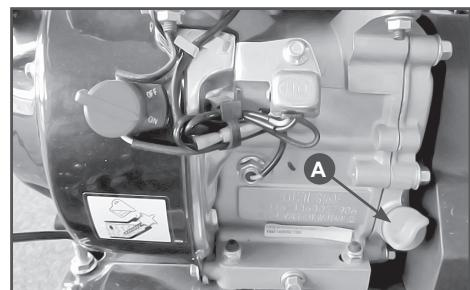

Рис.10 Заправка маслом нового двигателя
- Снимите крышку/щуп маслозаливного отверстия (A) Рис.10.